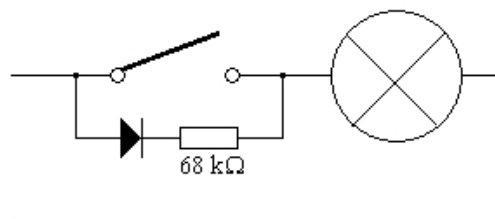

Rys. 1
**1. Wyznaczanie mocy odbiornika energii elektrycznej.** Do tego doświadczenia nadaje się domowy licznik energii elektrycznej z podaną informacją, ilu obrotom tarczy odpowiada pobór energii równy 1 kWh (rys. 1). Włączamy odbiornik o dużej mocy, np. kuchenkę, czajnik, żelazko i liczymy liczbę obrotów tarczy w określonym czasie. Wyznaczamy zużytą energię, a następnie obliczamy moc urządzenia. Oczywiście w czasie pomiaru inne odbiorniki są wyłączone. Do doświadczenia można też wykorzystać nowszy licznik z odczytem cyfrowym, jeśli dokładność odczytu wynosi 0,001 kWh.